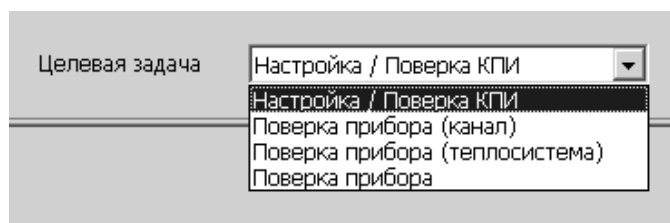

Рис.3. Вид поля со списком целевых задач.
2.4.1.2. Для назначения целевой задачи, необходимо нажать кнопку  в поле параметра **Целевая задача** (рис.3) и в раскрывшемся списке установить курсор в строке с соответствующим наименованием задачи.